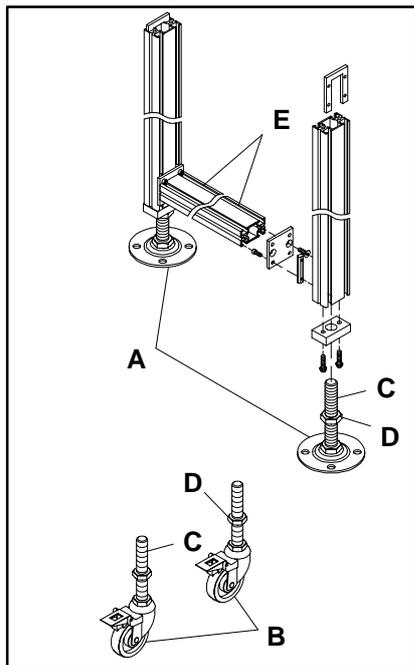

Figure 1: Pieds en aluminium standard
### Pieds en aluminium (Figure 1)
Les pieds en aluminium sont disponibles soit avec des plaques de fixation au sol (A de la figure 1) ou en option des roulettes pivotantes de 102 mm de diamètre et double blocage (B). Les brides de fixation au sol ou les montages à roulettes possèdent des axes filetés qui permettent  $\pm 51$  mm de réglage. Faites pivoter l'axe fileté (C) dans l'un ou l'autre sens pour obtenir la hauteur désirée, puis bloquez la position en serrant le contre-écrou de blocage (D). La mise en place du blocage double de la roulette empêche celle-ci, à la fois de pivoter et de rouler. Les blocages sont commandés par pression avec le pied.